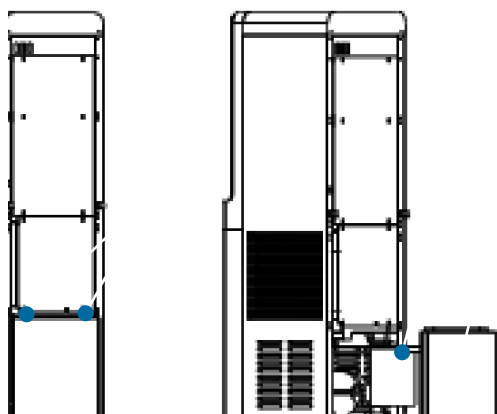

Figure 13 · Vidangez complètement les réservoirs et remettez les bouchons
7. Retirez le bouchon en plastique et le bouchon en caoutchouc et videz complètement le réservoir. L'eau qui s'écoule peut être consommée ; si elle ne doit pas être bue, jetez-la (figure 13).